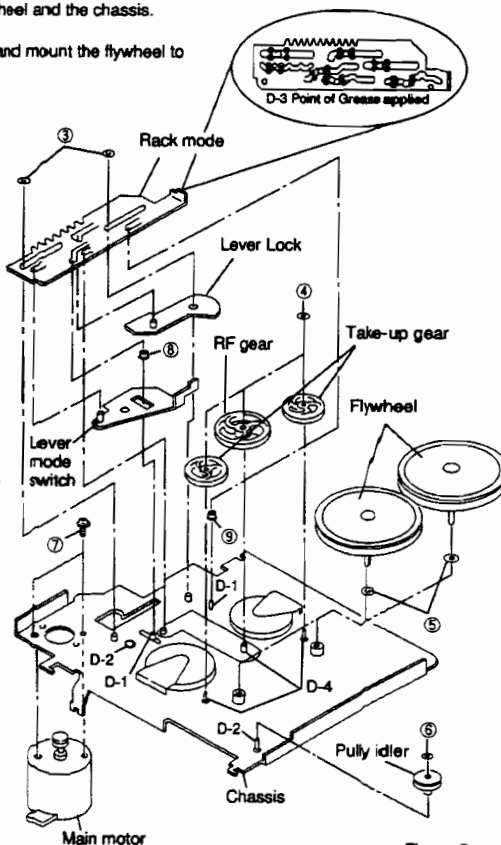

Figure 8
(2) Remove two screws ⑦, and remove the main motor as shown in Figure 8.
(3) Mount the new motor following the removal steps in the reverse order.
(2) 2本のネジ⑦を外し、メインモーターを外します。(図8参照)
(3) 食品のメインモーターを取り外し方法の逆の手順で組み立てます。
(Refer to Figure 8)
(1) ベルトを外した後、2個のフライホイールを引き抜きます。この時フライホイールとシャシーの間にそれぞれ1個のポリスライダワッシャー⑤がありますので紛失しない様に注意して下さい。(図8参照)
(2) 食品のフライホイールにポリスライダワッシャーを取り付け、シャシーに取り付けます。
(1) Remove M1.7 lock washer ③, and remove the rack mode as shown in Figure 8.
(2) Apply the molykote G paste to the section D-3, and mount the rack mode following the removal steps in the reverse order. (Refer to Figure 8)
② Do not reuse the used lock washer for remounting.
③ Take care to avoid damage by piercing and tearing.
(1) 2個のロックワッシャー③(M1.7)を外し、シャシーより引き抜き、ラックモードを外します。(図8参照)
(2) 食品のラックモードのD-3部分にモリコートGペーストを塗布し、取り外しの手順で取り付けます。
(1) After removing the rack mode, remove the lever lock and lever mode switch. (Refer to Figure 8)
(2) Pull it up from the stud and remove the two roller mode ⑧, ⑨ as shown in Figure 8.
(3) Apply the molykote G paste to the section D-1, the grease (PG-671) to the section D-2 and mount the roller mode/lever mode switch/lever lock following the removal steps in the reverse order.
(1) ラックモードを外した後、レバーロック、レバーモードスイッチの順に引き抜きます。(図8参照)
(2) 2個のローラーモード⑧、⑨をスタートより引き抜きます。(図8参照)
(3) D-1部分にモリコートGペースト、D-2部分にグリス(PG-671)を塗布し、取り外し方の逆の手順で取り付けます。
(1) Remove M1.2 lock washer ④, pull it up from the stud and remove the gear as shown in Figure 8.
(2) Mount it, following the removal steps in the reverse order.
(1) ロックワッシャー④(M1.2)を外し、スタートより引き抜きギアを外します。(図8参照)
(2) 取り外し方の逆の手順で取り付けます。
(1) 2個のロックワッシャー④(M1.2)を外し、スタートより引き抜きギアを外します。(図8参照)